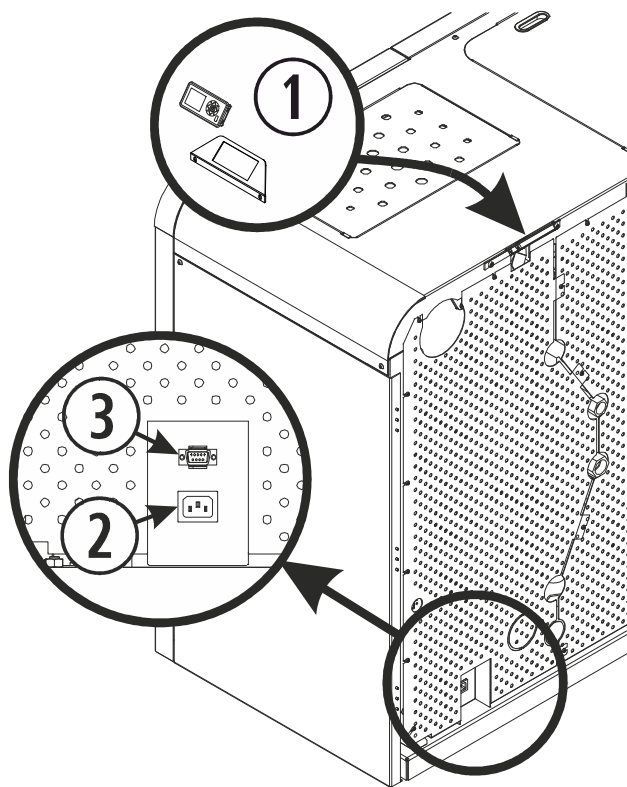

Figura 10
Dobbiamo regolare le viti che fissano il supporto alla caldaia (①), come è indicato nella figura 10 (*Cantina Nova*), conettere il nastro piano di connessione della tastiera, che si trova nella parte posteriore tenuto fermo con un nastro adesivo e connetterlo alla tastiera, assume solo una posizione di connessione.